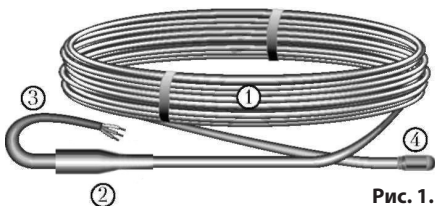

Рис. 1.
Нагревательная секция AURA состоит из нагревательного кабеля (1), который с одной стороны оснащен соединительной муфтой (2) и установочным проводом (3), а с другой — концевой муфтой (4) (рис. 1).